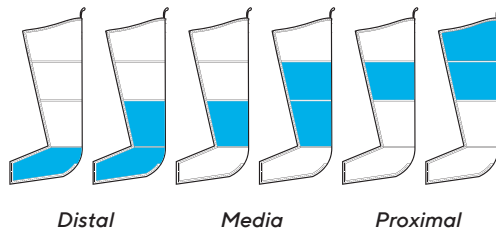

Figura 2 - Modo de ciclo ISO
- Cuando ambas cámaras alcanzan la presión establecida, se empiezan a desinflar al mismo tiempo. El ciclo comienza nuevamente después de una breve pausa (ver Figura 2).